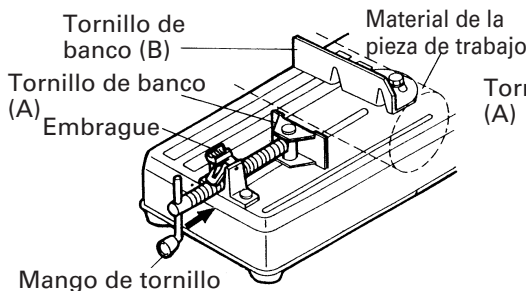
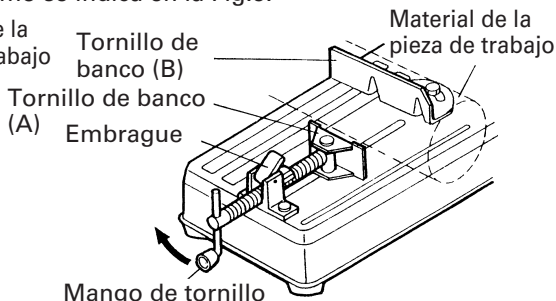

Fig. 4
Fig. 5
#### 1. Procedimiento para fijar el material de corte (Figs. 4 y 5).
Coloque el material de la pieza de trabajo entre el tornillo de banco (A) y el tornillo de banco (B), levante el embrague y presione el mango de tornillo para que el tornillo de banco (A) haga un contacto ligero con el material de la pieza de trabajo, tal como se indica en la Fig.4. Luego, gire el embrague hacia abajo, y fije firmemente el material de la pieza de trabajo en su lugar girando el mango de tornillo. Al finalizar la tarea de corte, gire el mango de tornillo 2 ó 3 veces para aflojar el tornillo de banco, y retire el material de la pieza de trabajo, tal como se indica en la Fig.5.